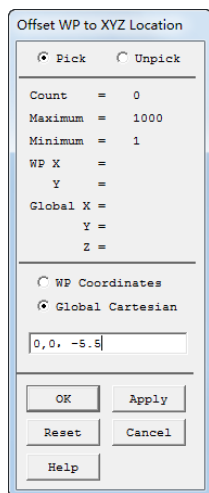

图 11-11 偏移工作平面
⑤偏移工作平面到给定位置。从应用菜单中选择 Utility Menu: WorkPlane > Offset WP to > XYZ Locations +。打开设置点对话框，在 ANSYS 输入窗口输入“0,0, -5.5”，单击“OK”按钮，如图 11-11 所示。